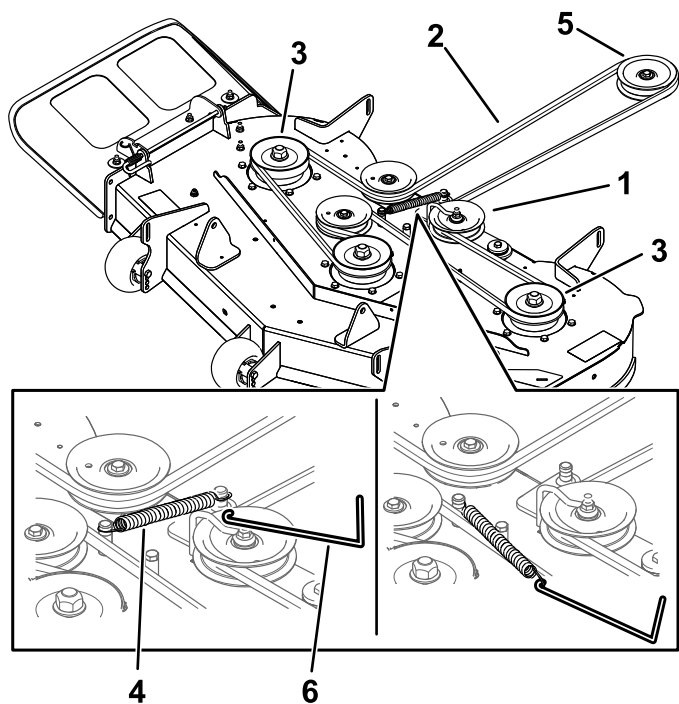

Figura 62
7. Servendovi di un attrezzo per la rimozione delle molle (n. cat. Toro 92-5771), sganciate la molla di rinvio dal gancio del piatto di taglio per eliminare la tensione dalla puleggia tendicinghia e togliete la cinghia dalle pulegge (Figura 62).
8. Montate la nuova cinghia attorno alla puleggia del motore e a quelle del tosaerba (Figura 62).
9. Servendovi di un attrezzo per la rimozione delle molle (n. cat. Toro 92-5771), montate la molla di rinvio sul gancio del piatto di taglio e mettete in tensione la puleggia tendicinghia la cinghia dalle pulegge (Figura 62).